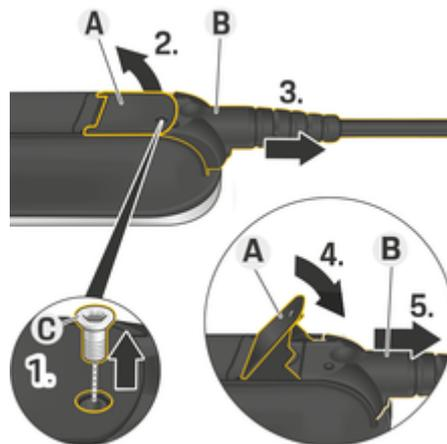

Abb. 5: Kabel lösen
1. Schraube **C** (Abb. 5) mit einem geeigneten Werkzeug lösen.
2. Hebel **A** (Abb. 5) anheben.
3. Stecker **B** (Abb. 5) bis zum ersten Widerstand herausziehen.